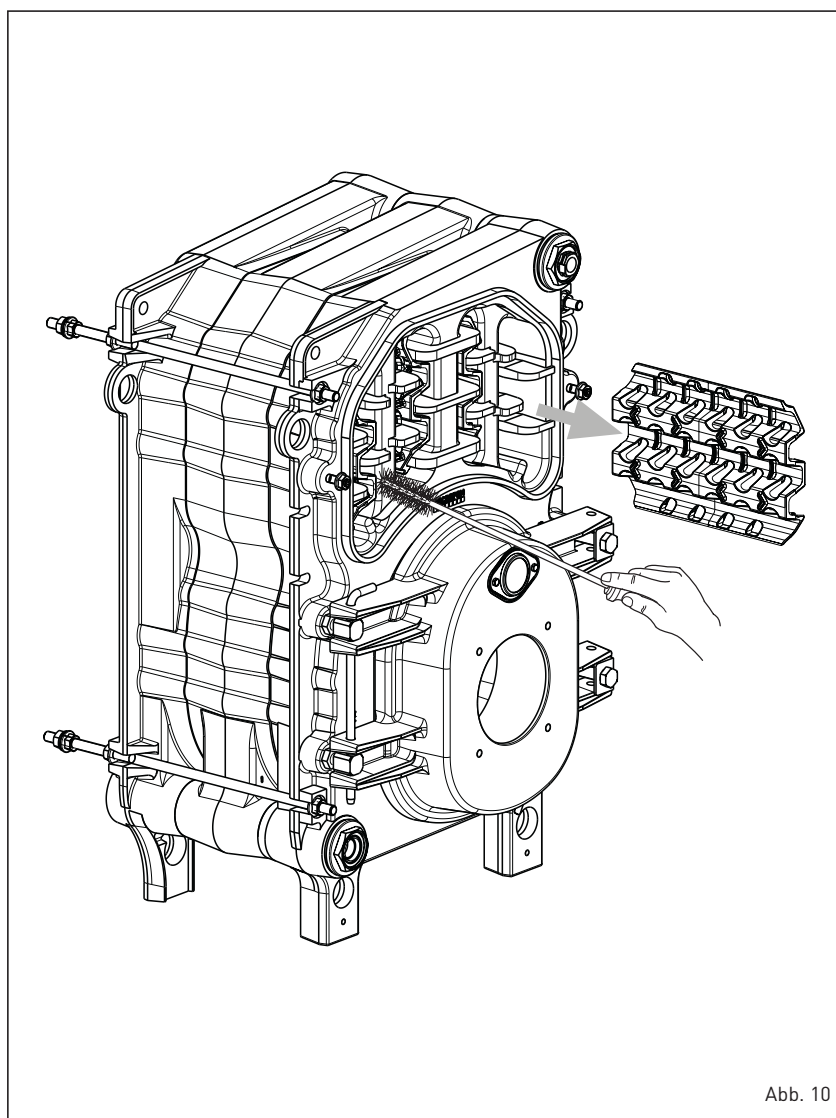

Abb. 10
3.3.1 Rauchgasseite des Kessels (Abb. 10)